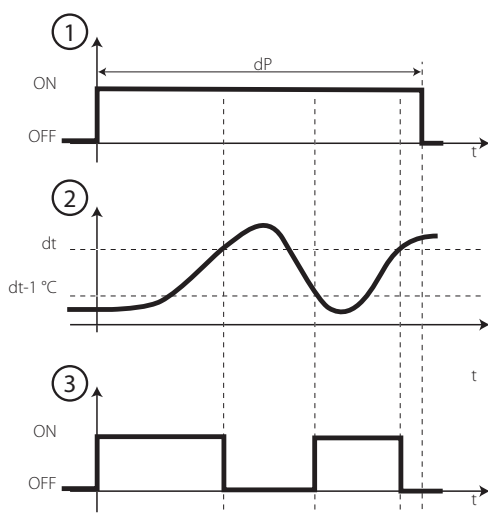

Fig. 4.g
- Zeitabhängig bei elektrischer, temperaturgeregelter Abtattung; für eine programmierbare Zeit: der Abtattausgang wird nur aktiviert, wenn die Temperatur unter der Schwelle für Abtattende liegt, was Energieeinsparung und eine Abtattung des Verdampfers auch unter extremen Bedingungen garantiert (siehe Fig. 4.g).